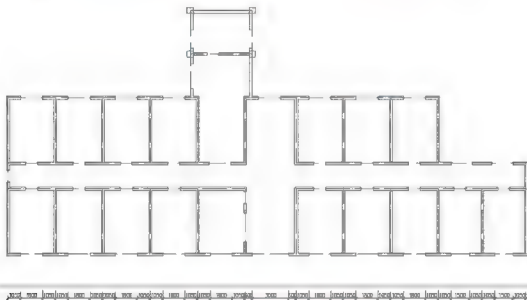

图 3.42 标注第一道尺寸线
② 在指定第二条尺寸界线原点或 [放弃(U)/选择(S)] 选择 : 提示下, 用相同的方法依次向右标注, 结果如图 3.42 所示。在操作过程中, 可以使用【平移】命令调整视图, 以方便操作。